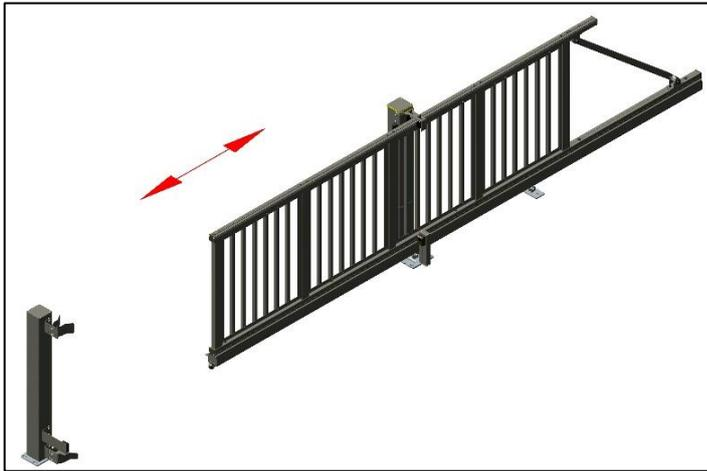

Abbildung 23: Tor in Mittelstellung bringen
10. Tor in Mittelstellung bringen. Siehe *Abbildung 23: Tor in Mittelstellung bringen*.